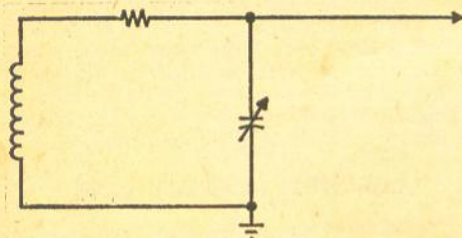

FIG. 2 — Aqui, a versão prática do circuito da Fig. 1, com as inevitáveis perdas representadas pelo resistor em série.
Infelizmente, um tal circuito de "Q" infinito não existe neste planeta e não passa de uma simples concepção da nossa imaginação. Os melhores que podemos construir sempre apresentam perdas que modificam sua frequência básica. Todas essas perdas podem ser sintetizadas por um resistor em série, tal como na Fig. 2; a frequência de ressonância que encontraremos em tal circuito
FIG. 2 — A curva de resposta de lei quadrática de muitos diodos (A) faz com que eles sejam particularmente úteis como retificadores de controle de tensão. As características de resistência (B) dos diodos podem ser também utilizadas para conseguir a ação do compressor como se deseja.